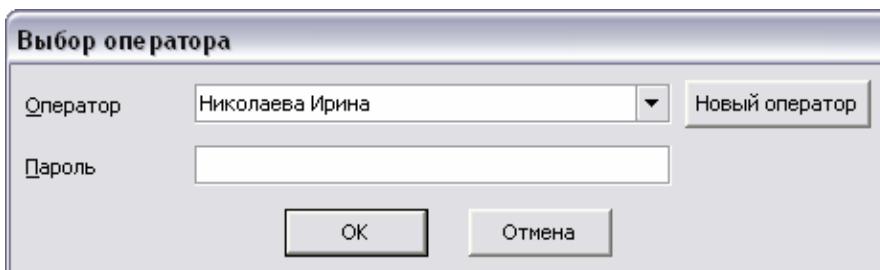
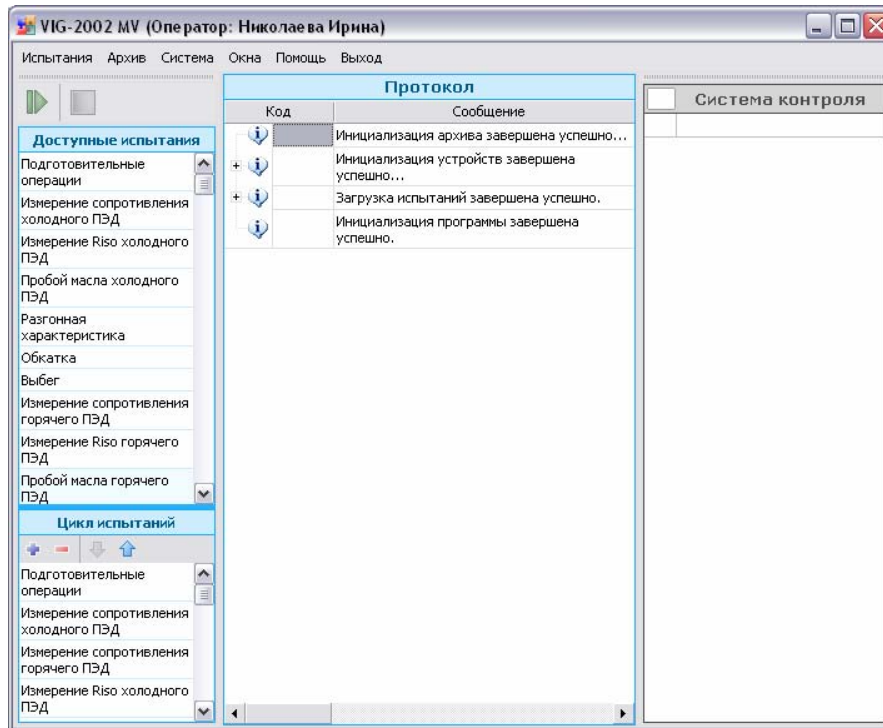
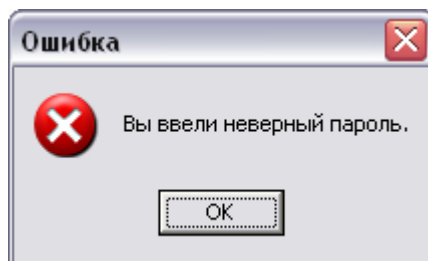
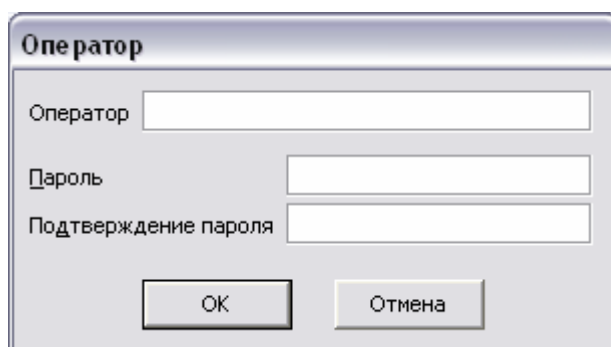

Рисунок 1.1
Рисунок 1.2
Рисунок 1.3
Рисунок 1.4
3. Откроется окно **«Выбор оператора»**, где предлагается ввести Ф.И.О. оператора и пароль, либо завести нового оператора системы (рис. 1.1 **Рисунок 1.1**):
- Если Вы правильно указали пароль для выбранного оператора, то откроется основное окно программы (рис.1.2).
- Если после того, как Вы нажали на кнопку **<ОК>**, на экране появилось диалоговое окно (рис.1.3), это означает, что Вы неправильно ввели пароль для выбранного оператора. Нажмите на кнопку **<ОК>**. Вновь откроется окно для ввода оператора (рис.1.1). Повторите все действия, начиная с п.3.
**Примечание.** В случае если при запуске программы появляются ошибки, кроме той, что представлена на рис.1.3, рекомендуем Вам обратиться к администратору системы.
- Если Вы ранее не работали с системой, и в списке операторов нет Вашего Ф.И.О., Вы должны создать нового оператора системы. Для этого нажмите кнопку **<Новый оператор>** (рис.1.1). Откроется окно **«Оператор»** (рис.1.4), где предлагается ввести Ф.И.О. нового оператора и пароль для нового оператора.
Если Вы ввели одинаковый пароль в полях «**Пароль**» и «**Подтверждение пароля**», то при нажатии кнопки <ОК> активируется окно «**Выбор оператора**» (рис.1.1). Нажмите кнопку <ОК> для открытия основного окна программы (рис.1.2).
Вновь активируется окно «**Оператор**» (рис.1.4). Введите одинаковые значения в поля «**Пароль**» и «**Подтверждение пароля**» и нажмите кнопку <ОК>.
Если в результате выполненных действий с п.1 по п.3 открылось основное окно системы (рис.1.2), то запуск системы осуществлен успешно.